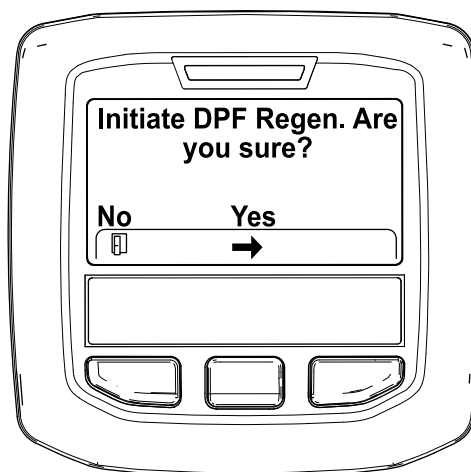

Figure 34
4. Quand le message « Initiate DPF Regen. Are you sure? » (lancer régénération FAP. Êtes-vous sûr(e)?) s'affiche, appuyez sur le bouton central (Figure 34).